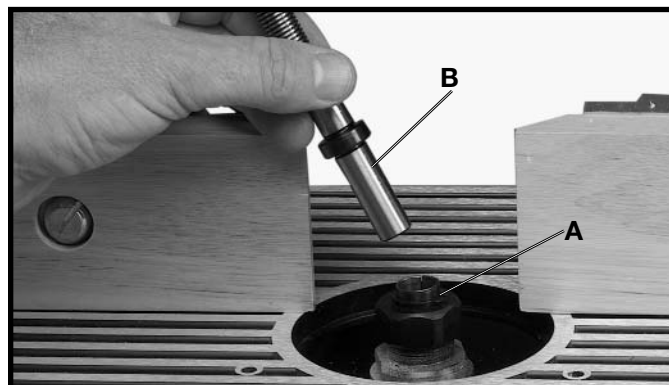
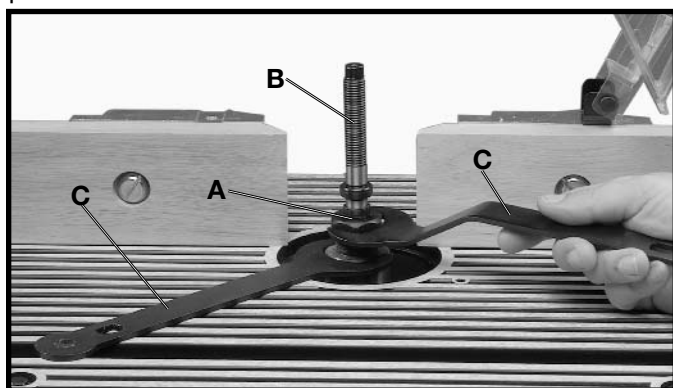

Fig. 33
Fig. 34
4. Inserte el árbol de limadora (B) Fig. 33 en el mandril (A). Apriete el árbol de limadora (B) Fig. 34 en el mandril (A) haciendo uso de las llaves suministradas (C).